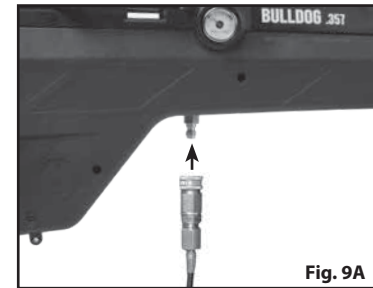

Fig. 9A
6. Enchufe el conector de desconexión rápida de su equipo de llenado a la boquilla de llenado del rifle de aire (véase la Fig. 9A).